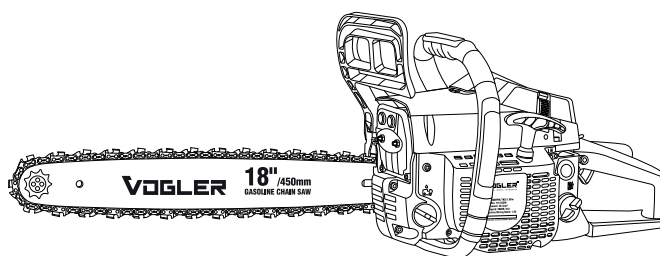

Abb. 4
- Entfernen Sie den Deckel des Öltanks (Abb. 4).